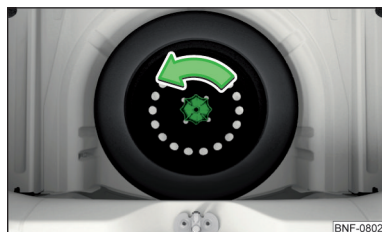

Fig. 118
- › Skru møtrikken af i pilens retning » Fig. 118, og tag hjulet ud.
- › Skru møtrikken helt på modsat pilens retning » Fig. 118.